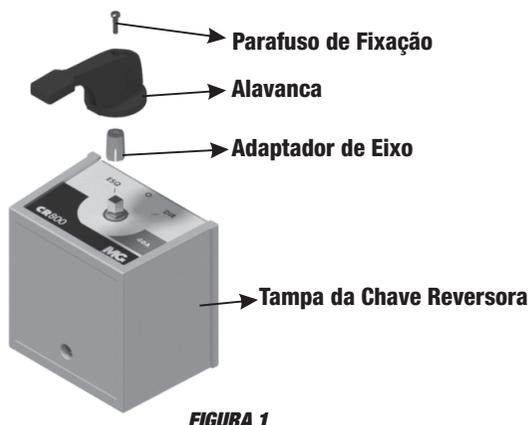

FIGURA 1
- Proceda com a montagem da alavanca da chave reversora (26) conforme FIGURA 1.